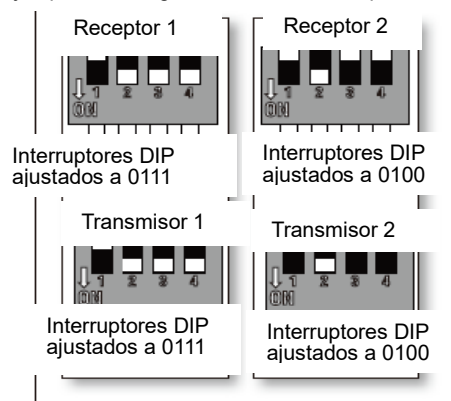

Fig. 12 Conjunto de
- El mando a distancia (transmisor) y el receptor deben configurarse para emparejar la comunicación entre ellos. Esto se consigue ajustando el conjunto de interruptores DIP del receptor y del mando a distancia al mismo valor. (Fig. 12)